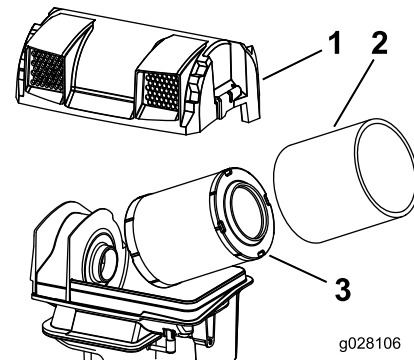

Figure 38
6. Déverrouillez le filtre à air et détachez le couvercle du boîtier du filtre (Figure 38).
8. Sortez le préfiltre du boîtier du filtre avec précaution (Figure 38).